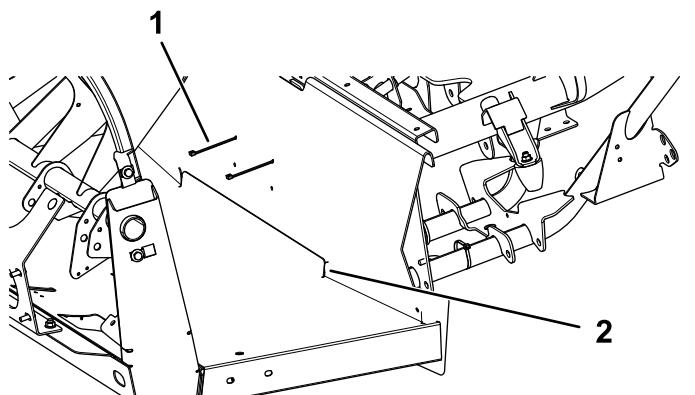

Figura 23
- 3. Ripiegate l'ala e inseritela dietro alla flangia a pavimento (Figura 23).
- 4. Fissate l'ala con 2 fascette per cavi attorno al tubo del telaio centrale (Figura 23).